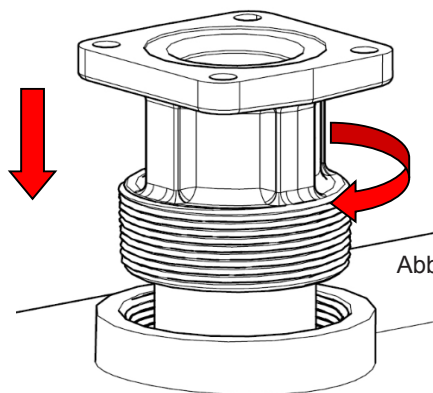

Abb. 2
2. Den Tankadapter (mit dem Saugrohr) in den Tankflansch schrauben; das Gewinde mit einem geeigneten Dichtmittel flüssigkeitsdicht abdichten (Abb. 2).
2. Mit einem ca. 10 cm (4 Zoll) langen stumpfen Werkzeug (beispielsweise einem Steckschlüsseinsatz mit Verlängerung) in der Einlassöffnung das Bypassventil fest gegen seinen Sitz auf der Dichtung drücken (Abb. 2).
3. Das Bypassventil mit dem Steckschlüssel fest andrücken und eine Spitzzange (mindestens 10 cm [4 Zoll] lang) in die Auslassöffnung einführen und den Bypassventilhalter anfassen (Abb. 2 und 3).
4. Den Bypassventilhalter etwas nach unten drücken und um 90 Grad nach links verdrehen. Dadurch wird der Schlitz im Halter auf die Passfeder im Ventil ausgerichtet und der Halter kann entfernt werden (Abb. 2 und 3).